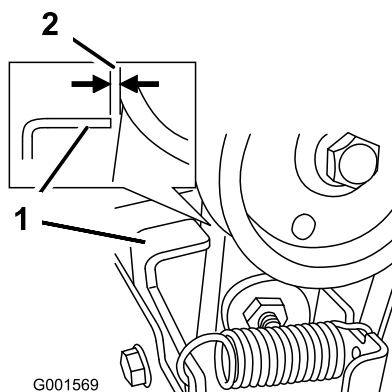

Figura 47
3. Disinnestate la leva della coclea/ventola e verificate che tra il gruppo frizione della coclea e la linguetta vi sia una luce di 1,5 mm (Figura 47).